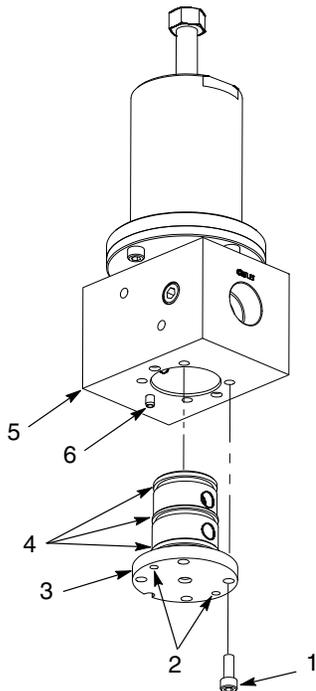

Abb. 3 Typische Dichtungspatrone auswechseln
1. Siehe Abb. 3. Die Schrauben (1) abnehmen, mit denen die Dichtpackung (3) am Gehäuse (5) befestigt ist.
2. Zwei Schrauben (1) in den Abziehbohrungen (2) installieren. Die Schrauben anziehen, um die Dichtpackung des Reglers vom Gehäuse (5) abzunehmen.
3. Das Innere des Gehäuses (5) mit einem geeigneten Lösemittel reinigen oder mit einem Tuch sauber auswischen.
4. Die O-Ringe (4) an der neuen Dichtpackung (3) mit O-Ring-Gleitmittel einfetten.
5. Sicherstellen, dass die Nut in der Basis der Dichtpackung (3) des Reglers mit dem Passstift (6) im Gehäuse (5) ausgerichtet ist. Die Dichtpackung (3) des Reglers mit den Schrauben (1) am Gehäuse befestigen. Die Schrauben mit 90 in.-lb (10 N§m) festziehen.